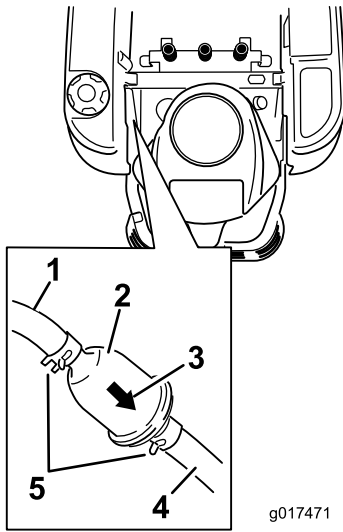

Figura 41
3. Localice el filtro de combustible en el lado izquierdo del motor, según se muestra en Figura 41.
4. Apriete los extremos de las abrazaderas y deslícelas por el tubo alejándolas del filtro (Figura 41).
6. Instale un filtro nuevo – la flecha que indica el sentido de flujo debe apuntar hacia el motor. Acerque las abrazaderas al filtro (Figura 41) para sujetarlo.